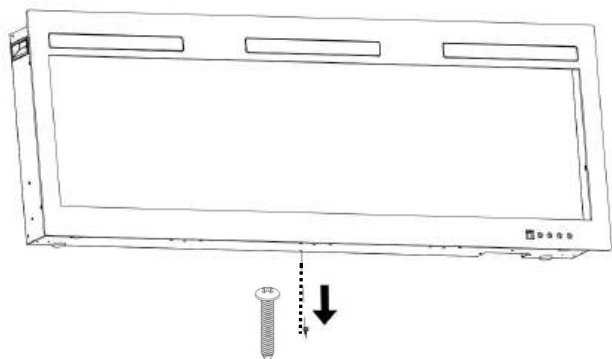

Fig 4-1
A. Rimuovere la vite argentata sul fondo dell'apparecchio. (**Fig. 4-1**). Mettere da parte la vite.
- D. Tramite i connettori collegare i fili di terra verdi (G), cavi bianchi standard (N), e poi cavi termoelettrici neri (L) (VEDI LA FIGURA C).
- E. Avvitare il coperchio in posizione con tre viti, come mostrato sul FIG. 4-1.